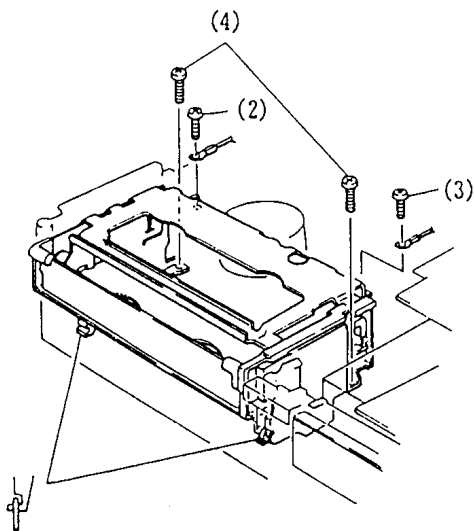

Abb. 5-1 Cassetten-Lademechanismus
1. Cassetten-Lademechanismus (Abb. 5-1)